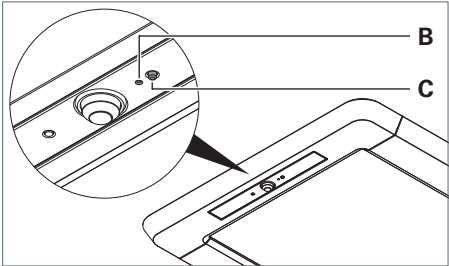
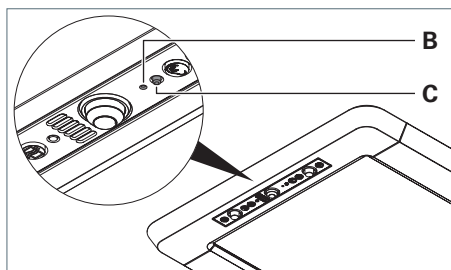

Fig. 19: Bedienelement einlernen, Ausführung R.
Fig. 20: Bedienelement einlernen, Ausführung RX.
- Drücken Sie die Taste in der Öffnung **B** mit dem Ende einer aufgebogenen Büroklammer, siehe Fig. 19 und siehe Fig. 20.
- Drücken Sie die Taste **C**, siehe Fig. 19 und siehe Fig. 20.
- Drücken Sie die Taste **C** und halten Sie diese Taste gedrückt, siehe Fig. 19 und siehe Fig. 20.